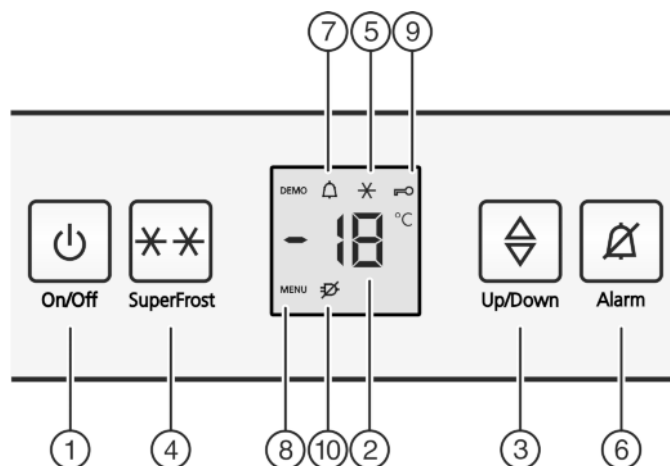

Fig. 2
- ▶ Нажать кнопку On/Off Fig. 2 (1).
- ▷ Устройство включено. Индикатор температуры и символ "Alarm" Fig. 2 (7) мигают, пока температура не станет достаточно низкой.
- ▶ Активация режима настройки: Нажмите кнопку SuperFrost Fig. 2 (4) и удерживайте ее прим. 5 секунд.
- ▷ На индикаторе будет отображаться символ «Меню» Fig. 2 (8).
- ▶ Для подтверждения нажать и отпустить кнопку «SuperFrost» Fig. 2 (4).
- ▷ На индикаторе горит символ «Защита от детей» Fig. 2 (9).
- ▷ Функция защиты от детей включена. Если необходимо выйти из режима настройки: нажмите и отпустите кнопку "On/Off" Fig. 2 (1).
- ▷ Символ «Защита от детей» Fig. 2 (9) гаснет.
- ▷ Функция защиты от детей выключена. Если необходимо выйти из режима настройки: нажмите и отпустите кнопку "On/Off" Fig. 2 (1).
- ▶ Нажмите кнопку Alarm Fig. 2 (6).
Одновременно мигает индикация температуры и символ тревоги Fig. 2 (7).
Звуковой сигнал выключается автоматически, символ аварийного сигнала Fig. 2 (7) выключается и индикатор температуры перестает мигать, если температура снова становится достаточно низкой.